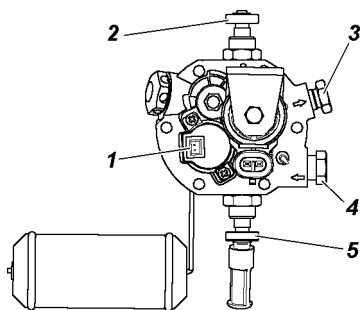

Рис. 9. Мультиклапан газового баллона:
Мультиклапан (рис. 9) устанавливается на газовом баллоне автомобиля и имеет ряд предохранительных устройств:
- плавно открыть расходный вентиль 2 (рис. 9) на мультиклапане баллона (или убедиться в том, что он открыт);
Остановить двигатель, выключив зажигание. Снять заглушку 1 (рис. 7) или пробку 3 (рис. 8) с заправочного устройства. Открыть заправочный вентиль 5 (рис. 9) на мультиклапане. При необходимости вернуть переходник-удлинитель 1 (рис. 8) в корпус заправочного устройства.